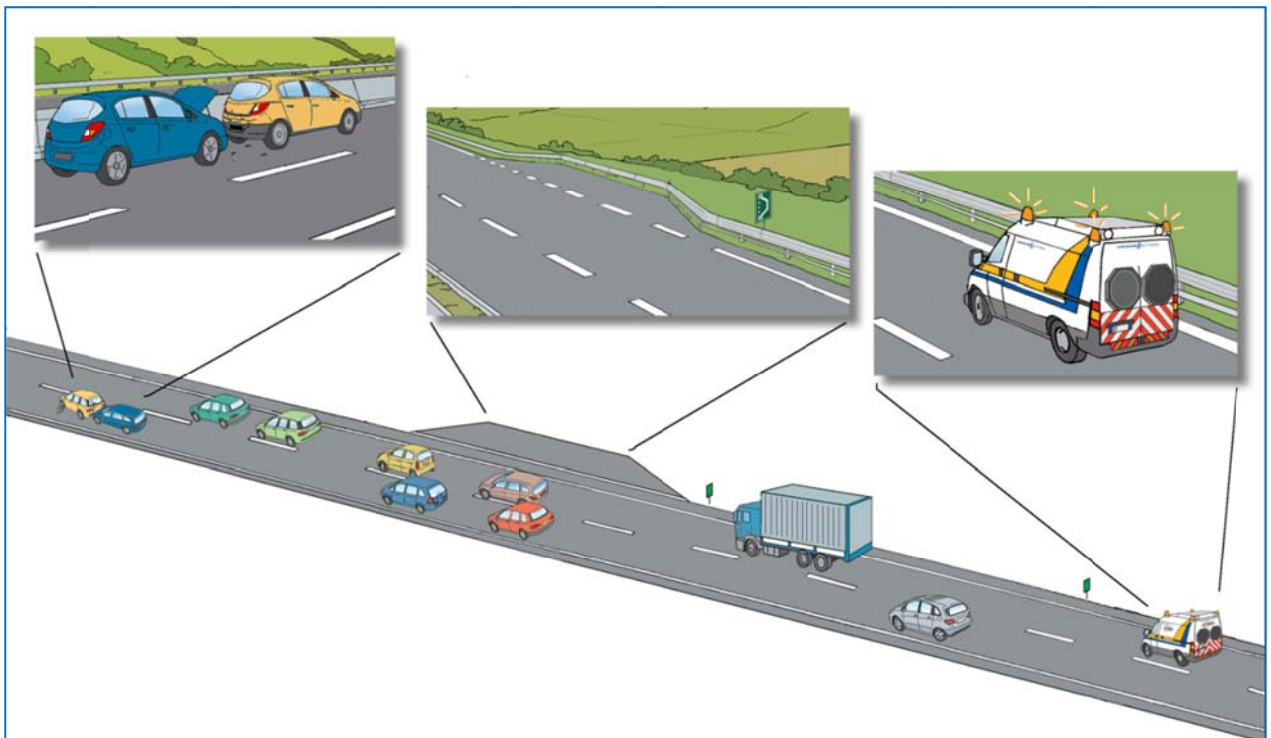

Fig. 16
- individuare, ove disponibile nell'ambito dei 500m precedenti, una piazzola o uno spazio utile sul margine destro per fermare il mezzo di servizio completamente all'esterno della corsia di transito (fig.16)